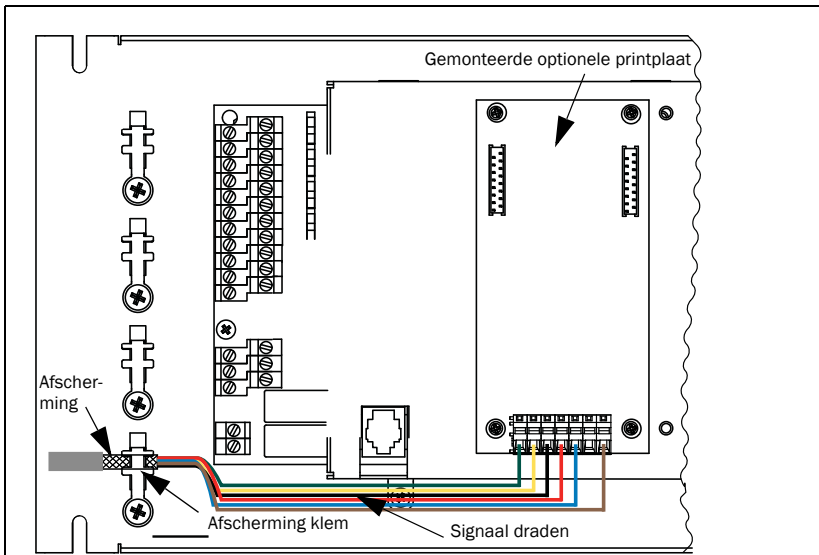
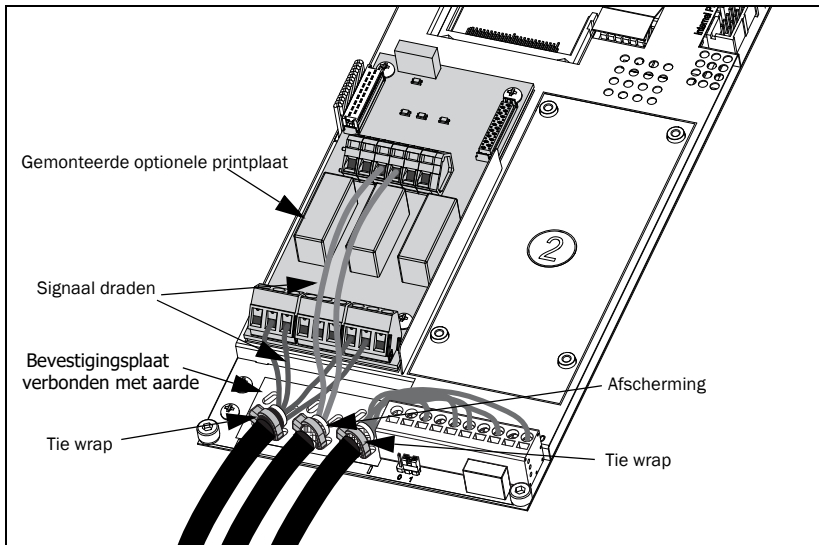

Fig. 2 Algemene afscherming principe op frequentieregelaars
Fig. 3 Algemene afschermingsprincipes bij Emotron TSA-softstarter (voorbeeld met I/O-print)
Afgeschermd ge-twiste kabels worden aanbevolen. Monteer de afscherming stevig (laag ohmig) op de montageplaat (PE) volgens Afb. 2 bij frequentieregelaars of Afb. 3 bij Emotron TSA.